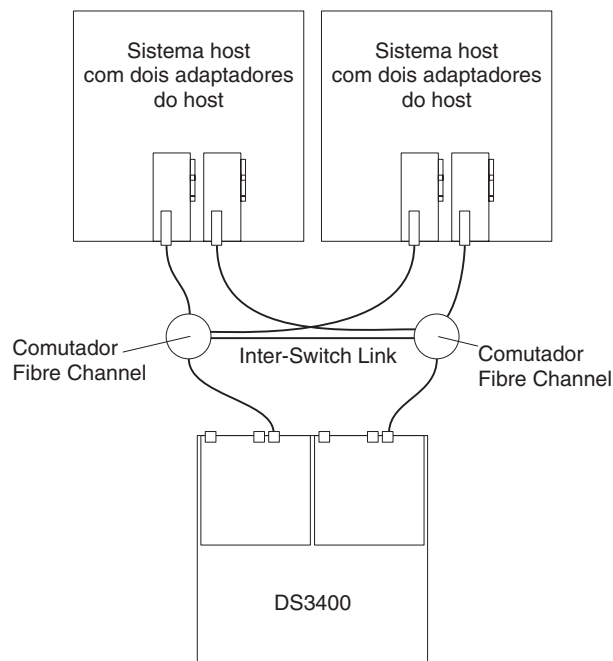

Figura 46. Exemplo de uma Configuração de Malha SAN Única
- Configuração de malha SAN simples, conforme mostrado na Figura 46 na página 55
Na Figura 46, os comutadores Fibre Channel estão conectados juntos através de ISL (Inter-Switch Link) para formar uma única malha SAN.